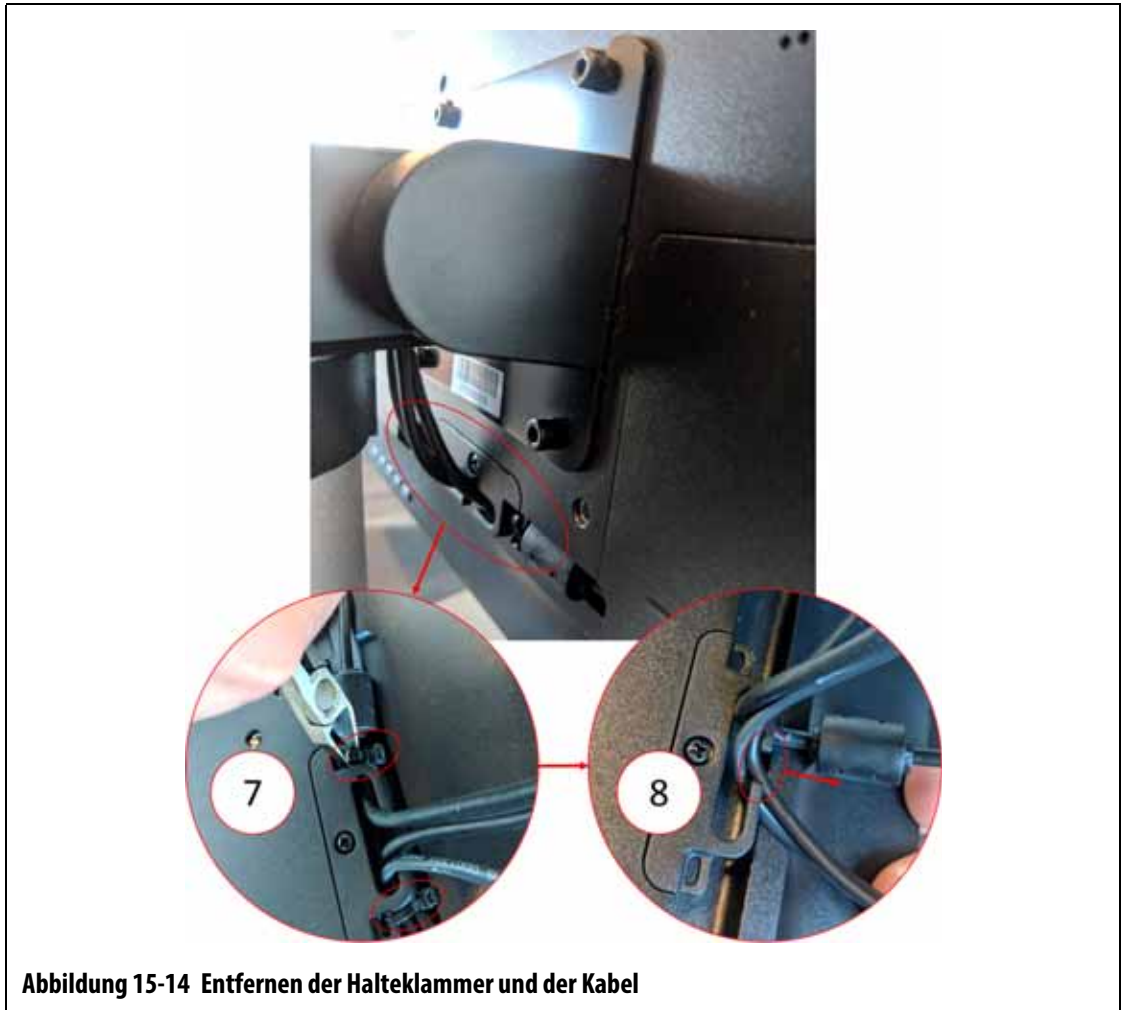

Abbildung 15-14 Entfernen der Halteklammer und der Kabel
9. Suchen Sie auf der Rückseite des Touchmonitors im unteren mittleren Bereich die C-förmige Kabelhalteklammer und schneiden Sie die Kabelbinder auf beiden Seiten davon durch. Weitere Informationen finden Sie in Callout 7 in Abbildung 15-14.
10. Entfernen Sie die Kabel von der Halteklammer. Weitere Informationen finden Sie in Callout 8 in Abbildung 15-14.